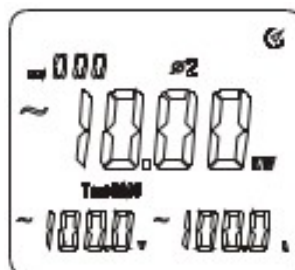

Figura 8-3
- Como se muestra en la figura 8-3, presione la tecla “SELECT” para elegir la fase 2 al medir en un sistema trifásico de 4 conductores y mostrar la potencia aparente, la tensión y corriente de dicha fase, $\phi 2$.